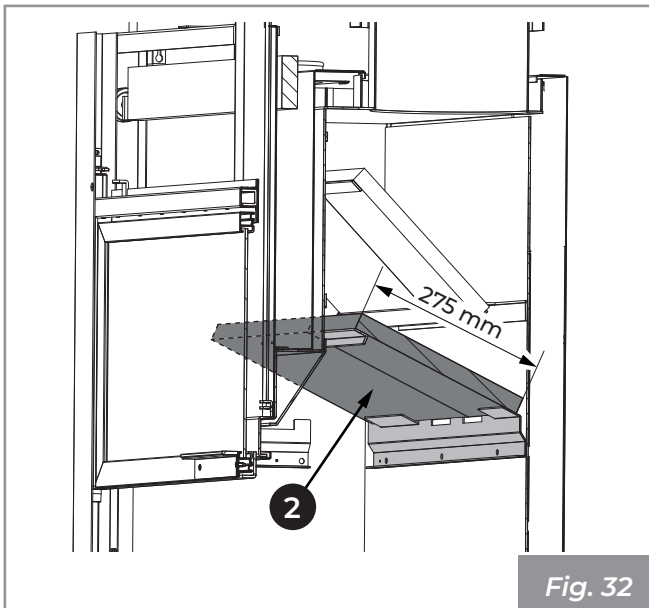

Fig. 32
- 4) Faire glisser et extraire les panneaux (**2**) (**Fig. 32**).